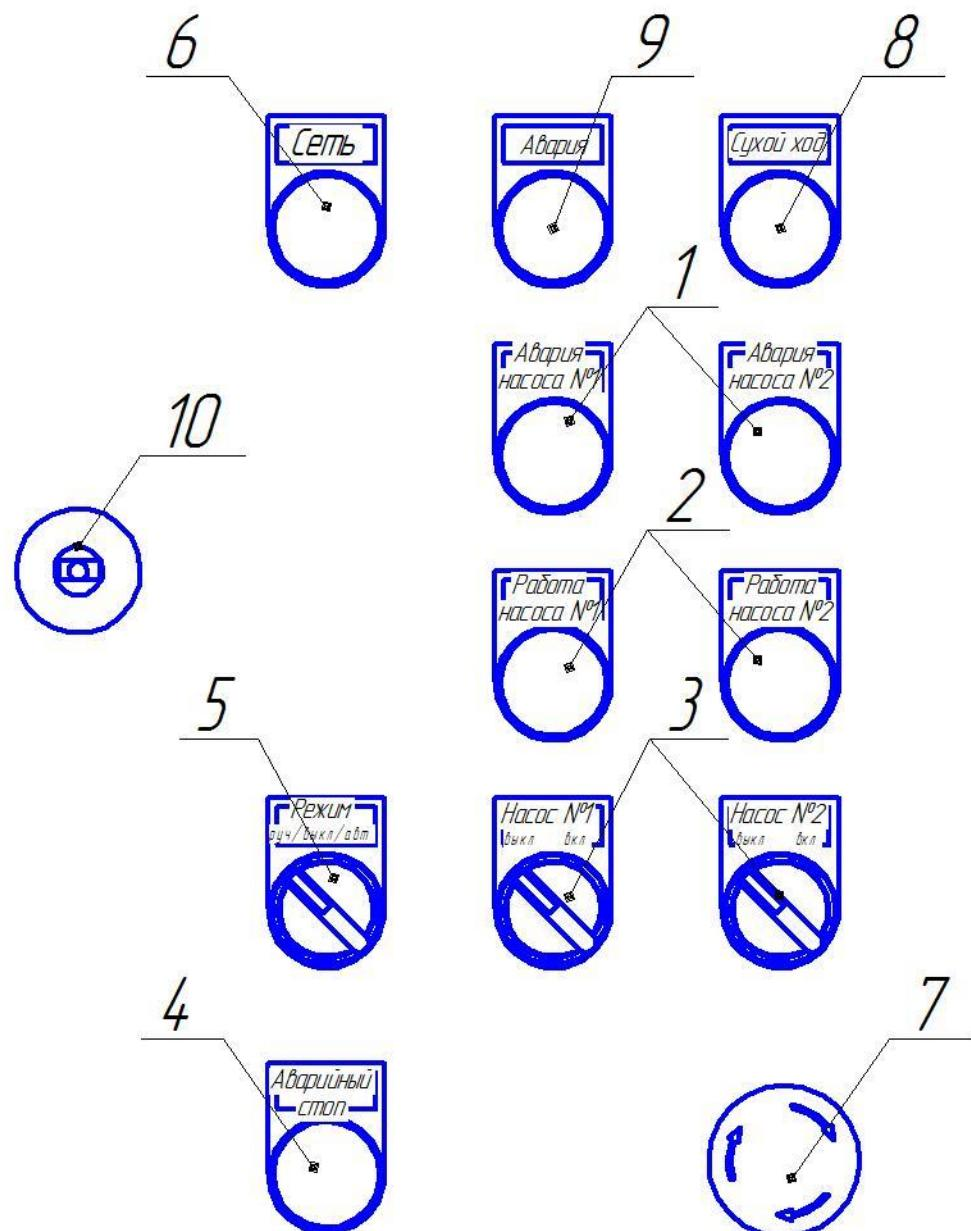

Рис. 2 Органы управления и индикации пульта управления
3.2 Органы управления и индикации на передней панели пульта управления приведены на рис. 2
3.3 Назначение органов управления и индикации передней панели пульта, указанных на рис.2, приведены в таблице 3.
- Установите переключатели насосов «Выкл./Вкл.» (рис.2 поз.3), в положение «Выкл.».
- Установите переключатель «Режим Ручн./Выкл./Автом.» (рис.2 поз. 5) в положение «Выкл.».
- Включите переключатель электропитания станции (рис.2 поз .9) в положение «Вкл.», загорится светодиод «Сеть» (рис.2 поз. 6).
- Проверьте правильность вращения рабочего колеса насоса. Переведите переключатель «Режим Ручн./Выкл./Автом.» (рис.2 поз. 5) в положение «Ручн.».
- Запустите насос на 2-3 секунды включением одного из переключателей насосов «Выкл./Вкл.» (рис.2 поз. 3) в положение «Вкл.», и внимательно наблюдая за вращением крыльчатки охлаждения электродвигателя, определить направление вращения рабочего колеса. Рабочее колесо должно вращаться по направлению стрелки, изображенной на корпусе насоса. Аналогично проверьте направление вращения рабочего колеса второго насоса.
- включить переключатель электропитания станции (рис.2 поз .9) в положение «Вкл.», при этом должен загореться светодиод «Сеть» (поз. 6).
- установить переключатели насосов, которые не будут находиться в работе «Выкл./Вкл.» (рис.2 поз. 3), в положение «Выкл.».
- переключатель «Режим Ручн./Выкл./Автом.» (рис.2 поз. 5) установить в положение «Ручн..».
- включить переключатель электропитания станции (рис.2 поз .9) в положение «Вкл.», при этом должен загореться светодиод «Сеть» (рис.2 поз. 6)..
- установить переключатели насосов «Выкл./Вкл.» (рис.2 поз. 3) в положение «Вкл.».
- переключатель «Режим Ручн./Выкл./Автом.» (рис.2 поз. 5) установить в положение «Автом..».
5.5 При возникновении нештатной ситуации для одновременной остановки всех насосных агрегатов необходимо нажать кнопку аварийной остановки (рис.2 поз.7). В нажатом положении кнопка фиксируется и загорается индикатор «Аварийный стоп» (рис.2 поз.4)
5.7 Индикатор «Сухой ход» (рис.2 поз.8) мигает после срабатывания реле протока;
Индикатор «Сухой ход» (рис.2 поз.8) после срабатывания поплавкового выключателя горит не мигая;
При срабатывании реле протока станция аварийно отключится через 8-10сек. Отключение данного аварийного режима происходит после установки переключателя «Режим Ручн./Выкл./Автом.» (рис.2 поз.5) в положение «Выкл.» или выключении электропитания на насосную станцию. Последующее включение насосной станции возможно только при наличии перекачиваемой жидкости во всасывающем коллекторе и насосах.